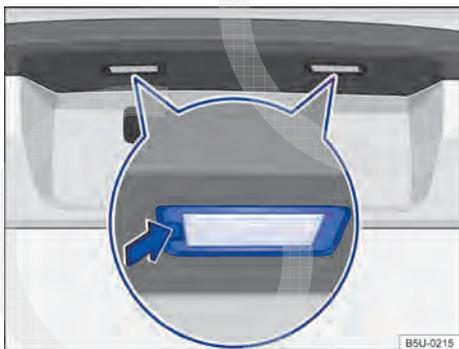

Fig. 208 No para-choque traseiro: remover a lanterna da placa de licença.
2. Com o auxílio de uma chave de fenda, pressionar a trava → Fig. 208 para remover o conjunto.